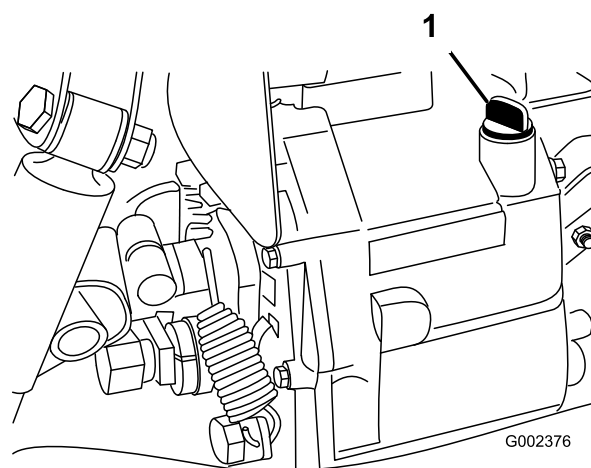

Figure 20
2. Nettoyez la surface autour de la jauge (Figure 20).